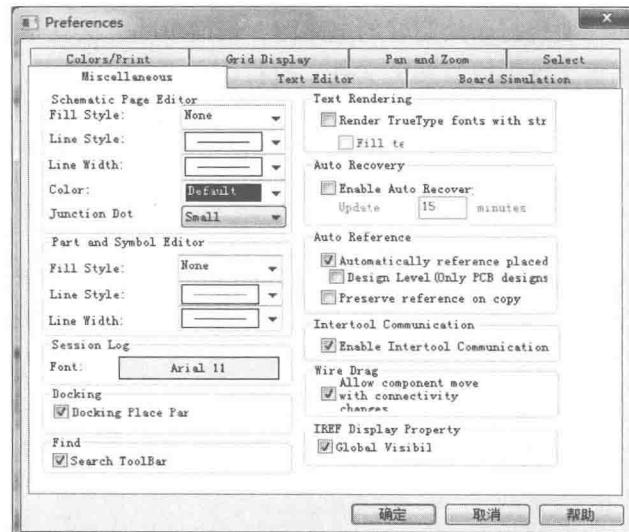

图2-3-5 杂项的设置
3) 杂项的设置 “Miscellaneous”选项卡有6个区域，包括填充、自动存盘等设置，如图2-3-5所示。